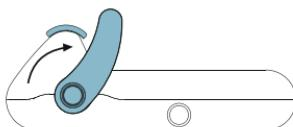

Fig. 4
- 5 Sollevate la leva (Fig.4) ed estraete la busta.